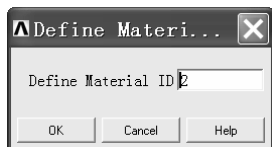
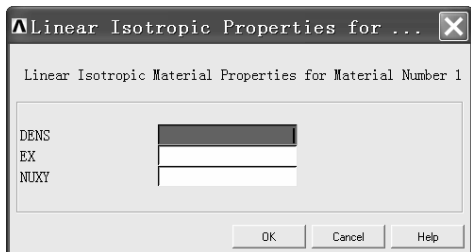

图 1-17 “Define Materi...”窗口
图 1-18 “Linear Isotropic Properties for...”窗口
(4) 单击“Linear Isotropic Properties for...”窗口中的“OK”按钮。
(5) 单击“Define Material Model Behavior”窗口左上角下拉菜单中的“Material”，再单击“New Model...”，出现“Define Materi...”窗口（见图 1-17）。
(6) 单击“Define Materi...”窗口中的“OK”按钮。
(7) 单击“Define Material Model Behavior”窗口中右边方框中的“Isotropic”（打开“Isotropic”的路径是：单击“Define Material Model Behavior”窗口中右边方框中“LS-DYNA”文件夹，再单击“Linear”文件夹，再单击“Elastic”文件夹），出现“Linear Isotropic Properties for...”窗口（见图 1-18）。
(8) 在“Linear Isotropic Properties for...”窗口中的“DENS”方框处写入“7850”，“EX”方框处写入“2.1e11”，“NUXY”方框处写入“0.3”。
(9) 单击“Linear Isotropic Properties for...”窗口中的“OK”按钮。
(10) 以上定义了两组材料参数，单击“Define Material Model Behavior”窗口右上角的叉号关闭该窗口。